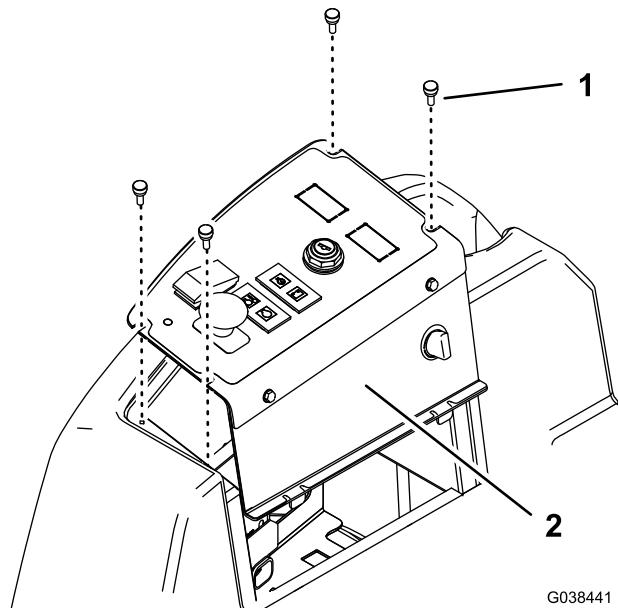

Bild 10
1. Groundsmaster-Modelle 3280 und 3320: Entfernen Sie die vier Daumenschrauben, mit denen das Armaturenbrett befestigt ist, und legen Sie das Armaturenbrett zur Seite (Bild 10).
3. Groundsmaster-Modelle 3280 und 3320: Befestigen Sie die Sitzbefestigungsplatte mit den vorher entfernten Schrauben und Muttern an der Maschine, und befestigen Sie das Armaturenbrett mit den Daumenschrauben (Bild 10).